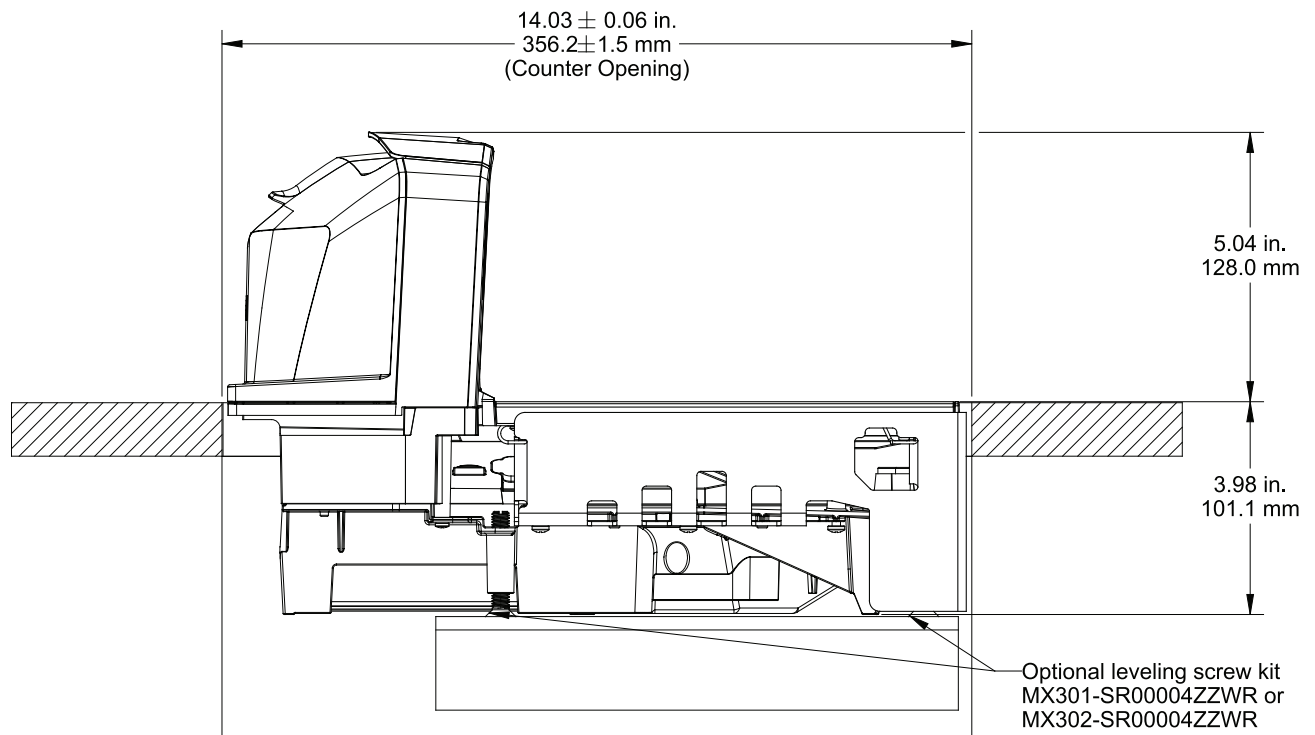

**Рис. 3-10** Прорези в кассовой стойке для короткого устройства (без весов)
2. Проверьте габариты кассовой стойки, показанные на Рис. 3-10, Рис. 3-14 и Рис. 3-18 соответственно.